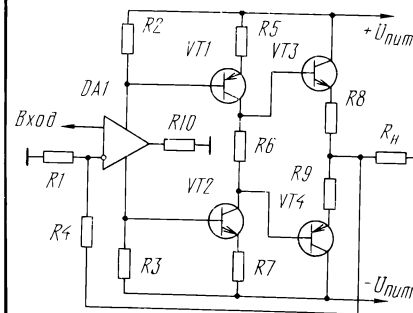
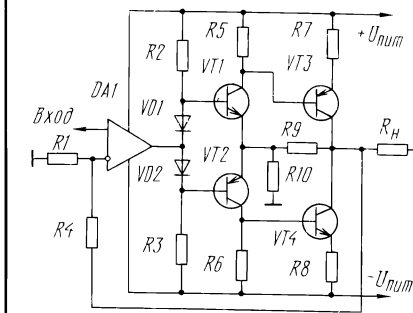

Рис. 2
Рис. 3
В УМЗЧ, представленном на рис.2, транзистор VT1 уже включен по схеме с общим эмиттером и работает с усилением, а транзистор VT3 — по-прежнему по схеме эмиттерного повторителя. В этом случае максимальное напряжение на нагрузочном резисторе R_n составит величину: $U_n = U_{пит} - U_{насVT1} - U_{R5} - U_{65VT3} - U_{R8}$ (2). Напряжение на нагрузочном резисторе УМЗЧ, построенном по схеме, приведенной на рис.3, будет равно: $U_n = U_{пит} - U_{насVT3} - U_{R7}$ (3). Здесь транзисторы VT1 и VT3 работают с усилением, так как оба включены по схеме с общим эмиттером.
Сравнив выражения (2) и (3), можно заметить, что если будет соблюдаться неравенство: $U_{насVT3} < U_{65VT3} + U_{насVT1} + U_{R5}$, то напряжение на нагрузке УМЗЧ, собранном по схеме, показанной на рис.3, будет наибольшим.